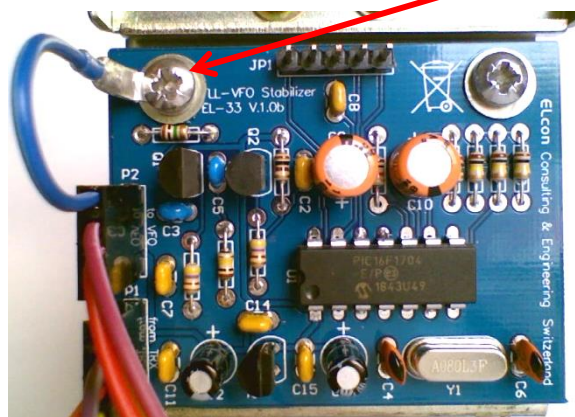

Abbildung 11
- Schrauben Sie die bestückte und optisch geprüfte Platine gemäss Abbildung 11 auf Distanzhülsen [Bauteil 19]. Verwenden Sie die beiden Federringe [Bauteil 20] direkt unter dem Schraubenkopf.